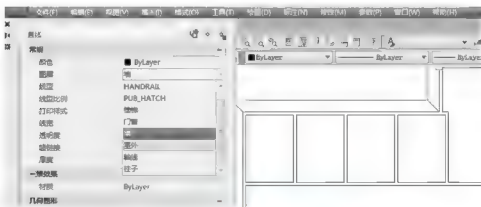

图 2.69 利用【对象特性管理器】换图层
(1) 在命令行无命令的状态下,单击位于【墙】图层上的散水线,出现夹点。
(2) 单击【标准】工具栏上的【对象特性】图标或执行菜单栏中的【修改】|【特性】命令,弹出【对象特性管理器】对话框。
(3) 在【对象特性管理器】对话框中的图层右侧的文本框内单击,出现下拉按钮,然后将其下拉列表打开,选中【室外】图层,如图 2.69 所示。